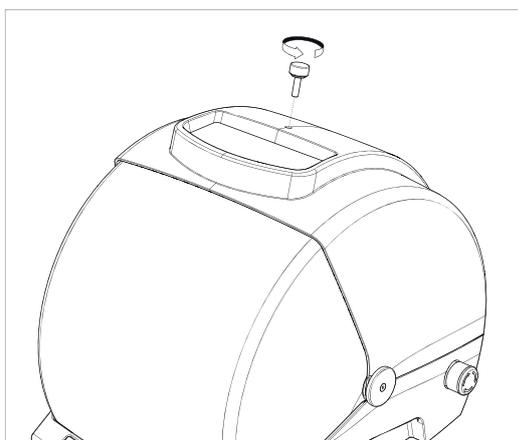

Fig. 13
- 2) Desatarraxe a maçaneta que se encontra na parte superior do cárter da máquina (Fig. 13).